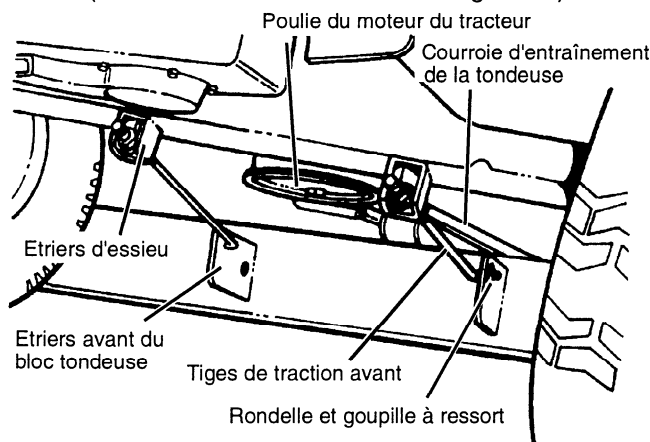

FIGURE 8
- Sortir du sac de pièces les ensembles des tiges de traction avant et les insérer dans les trous dans les étriers au bas de l'essieu avant (voir Fig. 8).
- Positionner la courroie d'entraînement dans la gorge de la poulie du moteur du tracteur, à l'intérieur des guides de courroie (voir Fig. 8 et 9).